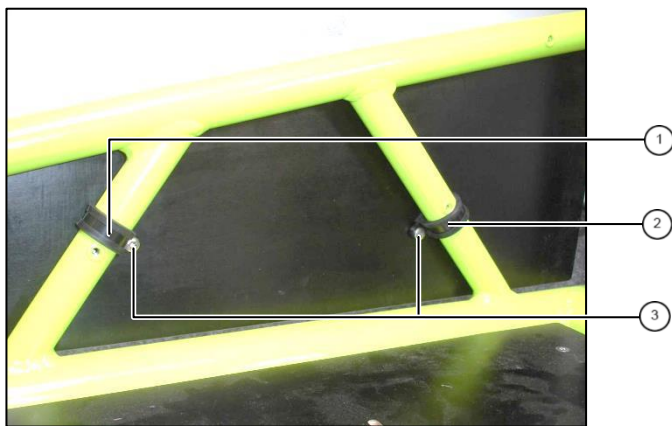

Abb. 1: montierte rechte Seitenwand
1. Schellen gemäß Abb. 1 am Rahmen platzieren. Die vorderen Schellen ① sitzen oberhalb der Gewindenielen und zeigen nach hinten, die hinteren Schellen ② sitzen unterhalb und zeigen nach vorne.
2. Rechte Seitenwand mit den Gummischützern nach links zeigend positionieren und Schrauben ③ vorsichtig und rechtwinklig in die Seitenwand schrauben. Schrauben nicht ganz festziehen.
3. Seitenwand endgültig ausrichten und Schrauben ③ festziehen. **Anzugsmoment 2 bis 3 Nm.**